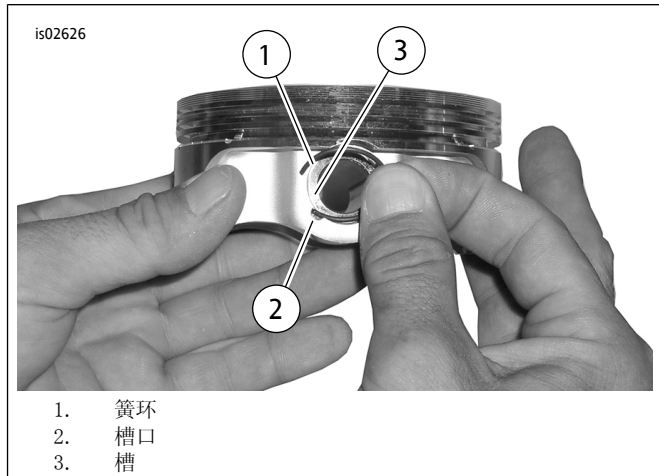

图3。簧环与活塞
1. 参见图3。将簧环(1)的开口端插入活塞销凸台周围槽(3)的槽口(2),并使其间隙在安装后位于12:00或6:00点钟位置。